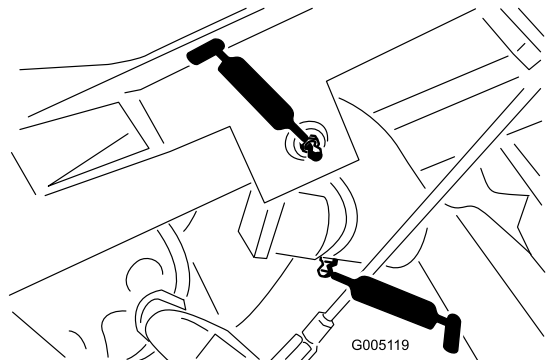

Figure 32
- Pivot de bras de levage (3) et articulation de pivot (3) (Figure 32)